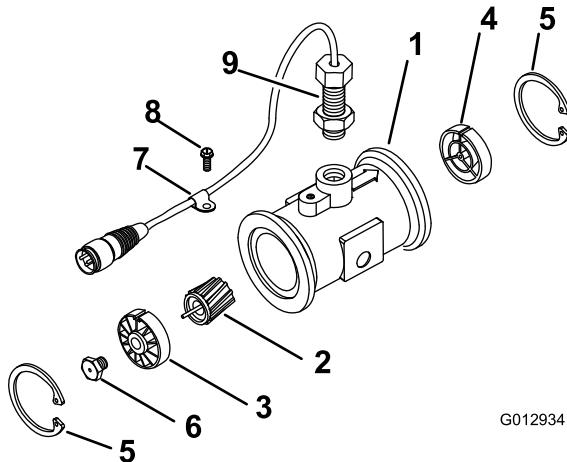

Figura 55
3. Retire el anillo de sujeción del lado "aguas arriba" (Figura 55).